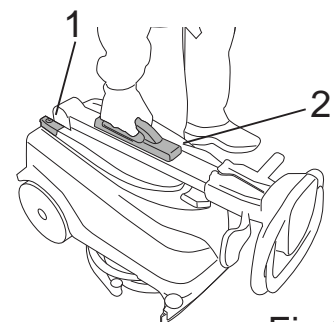

Fig.6
- Schakel de machine uit met de hoofdschakelaar (Fig.6-Ref.1).
- Til de machine op bij het handvat op de handgreep (Fig.6-Ref.2).